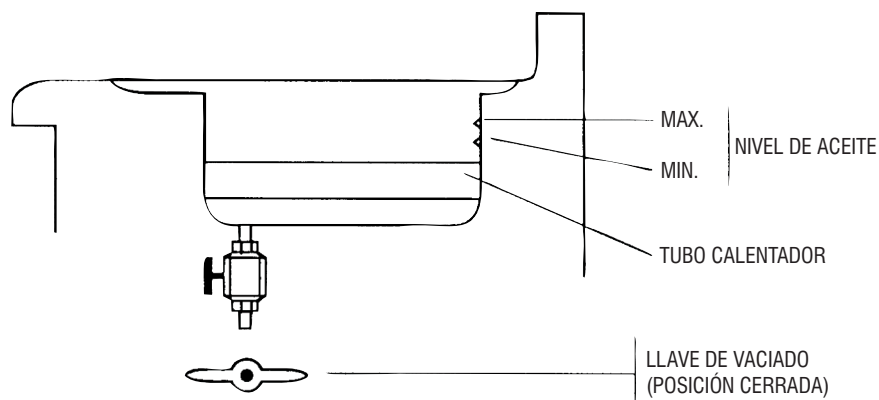

Fig. 8
- Cerrar el grifo y cuando no haya quedado más agua, echar el aceite para freír hasta la marca de MIN. sin superar la marca de MAX. (ver fig. 8). En cuanto a la capacidad, ver datos técnicos.
Girar la perilla marcada con el símbolo  y luego apretar el botón de apagado  (fig. 8).
Para vaciar el recipiente del aceite, abrir la puerta y abrir el grifo relativo (ver fig. 8).